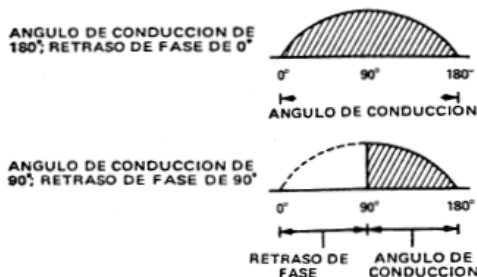

Fig. 4-2
□ g) Véase a la Fig. 4-2. El ángulo de conducción es la cantidad de tiempo que *Q1* conduce en grados eléctricos. Registre los ángulos de conducción mínimo de *Q1* en su circuito.